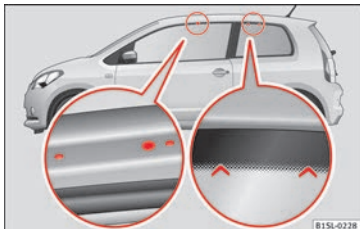

Abb. 141 Befestigungspunkte für Grundträger und Dachgepäckträger in 2-türigen Fahrzeugen.
2-türige Fahrzeuge: Die Bohrungen und Markierungen der Befestigungspunkte für die vorderen Grundträger befinden sich im unteren Bereich der Dachholme » **Abb. 141** (links vergrößertes Bild). Die Bohrungen und Markierungen sind nur bei geöffneter Tür sichtbar. Die Markierungen der Befestigungspunkte für die hinteren Grundträger befinden sich im oberen Bereich der Fenster » **Abb. 141** (rechts vergrößertes Bild).
- **Den Grundträger nur an den in der Abbildung gezeigten Markierungen befestigen » **Abb. 141**.**